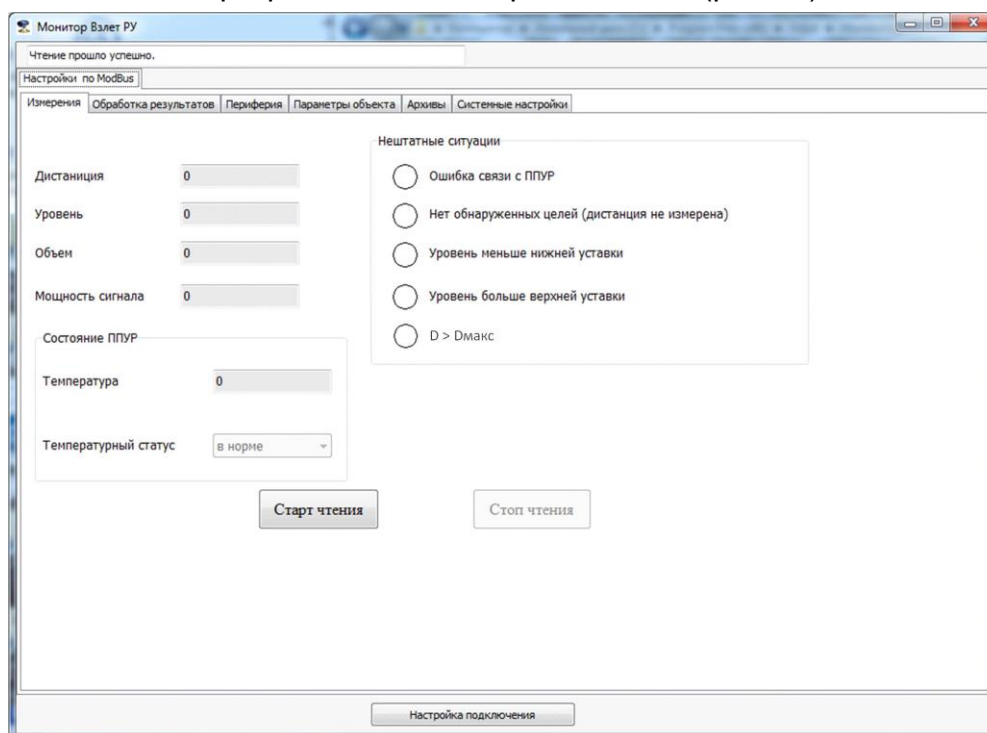

Рис.15. Основное окно программы «Монитор Взлет РУ».
5.1.3. Нажать кнопку «Подключение». На мониторе ПК появится основное окно программы «Монитор Взлет РУ» (рис.15).